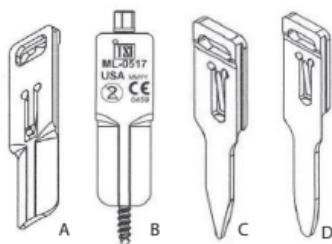

Figure 15
- Des cales peuvent être utilisées pour aider à minimiser le glissement des tissus musculaires ou pour ancrer l'écarteur (Figure 15) :
- Anchorage : Cale B, C ou D de la Figure 15
- Extension de lame : Cale A de la Figure 15 (utiliser avec ou sans broche de Kirschner)